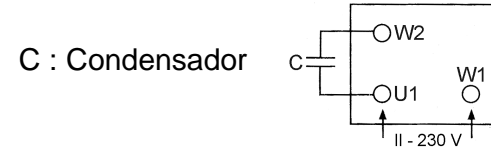

Figura 3 : Conexión monofásica
La protección del sistema se realizará con un interruptor diferencial (Ifn = 30 mA.). Si tiene que funcionar al aire libre, el cable de alimentación debe corresponder a la norma CEE(2) o bien al tipo H07 RN-F según VDE 0250. En el esquema de la figura 3 se facilita una correcta conexión eléctrica.